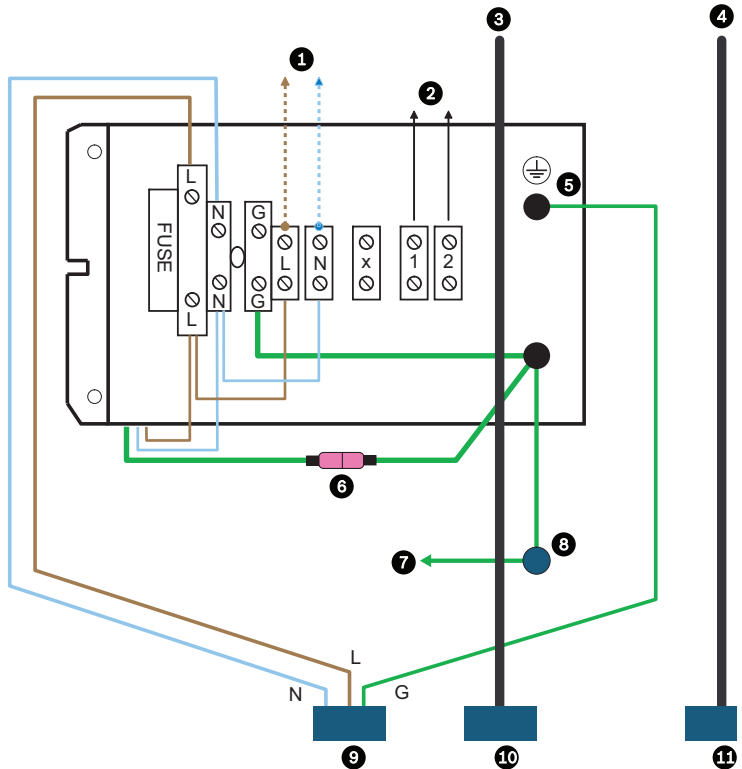

図 5.8 端子台配線図
5. 電源ケーブルを端子台に接続します。図 5.8 を参照してください。ケーブルから絶縁体を 6 ~ 8mm 剥きます。このとき、芯線を傷つけないようにしてください。
6. AC 120V および AC 230V 仕様のカメラに接続する電源ケーブルを切断します。この際、端子台に接続できる十分な長さを残すようにしてください。ケーブルから絶縁体を 6 ~ 8mm 剥きます。このとき、芯線を傷つけないようにしてください。ケーブル類を端子台のコネクタに接続します。図 5.8 を参照してください。